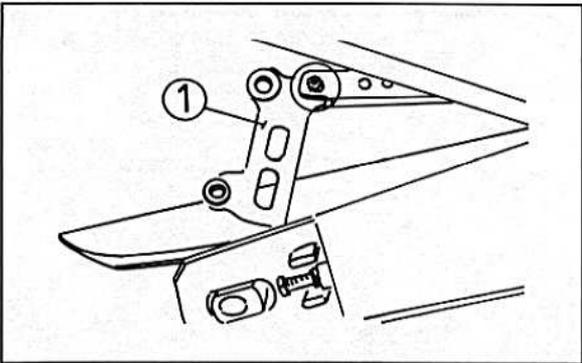

Bild 345
- Den Support der Bremszange hinten abschrauben (Bild 345).